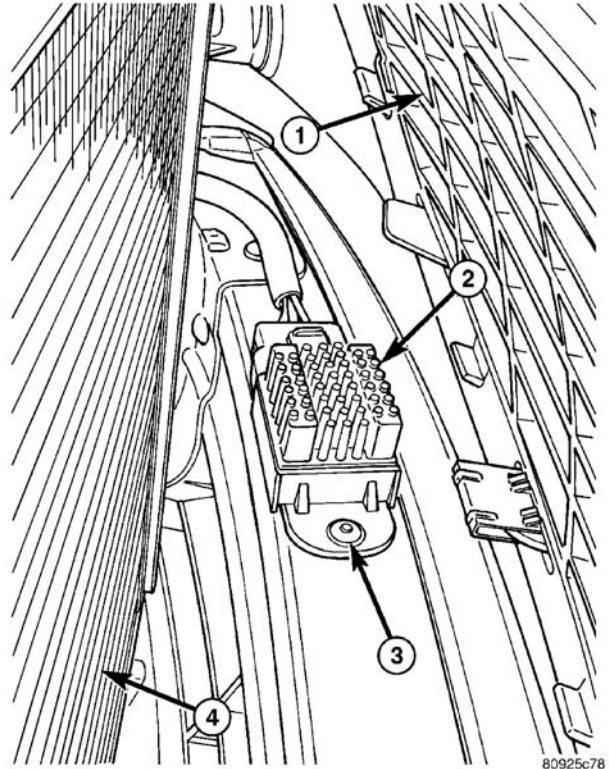

图 22 散热器风扇继电器
散热器风扇继电器为晶体管型，位于前保险杠加强件上（图 22）。关于电路示意图，参见电路图。
- （4）断开继电器接头（图 22）。
（5）拆卸固定继电器在前保险杠杆上的铆钉（图 22）。
- （1）将继电器放好，并安装新的铆钉（图 22）。